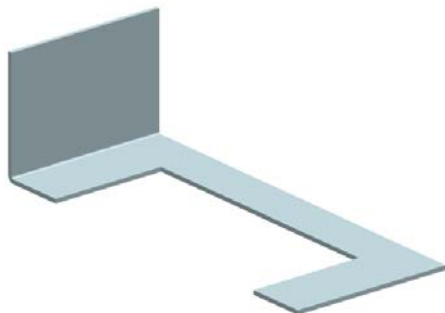

图 6-28 创建弯边特征
(3) 在“弯边”对话框中，单击按钮，创建弯边特征，如图 6-28 所示。